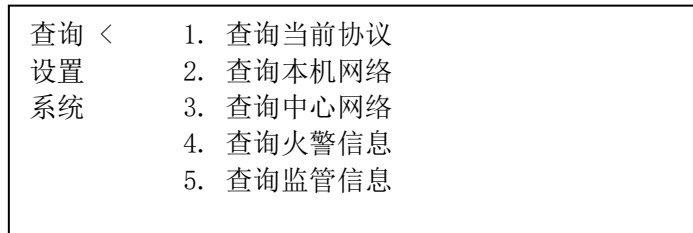

图5-5
① 在功能选项菜单内按【↑】【↓】键进入查询菜单界面（图5-5）。